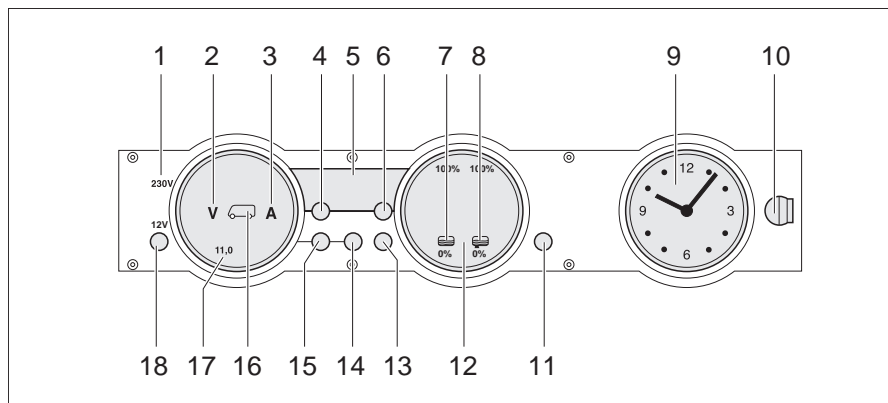

Fig. 190 Panneau de contrôle MP 20-T
Le voyant de contrôle 230 V (Fig. 190,1) s'allume si l'arrivée du bloc électrique est sous tension de réseau.
L'interrupteur principal 12 V (Fig. 190,18) établit ou coupe le panneau de contrôle et l'alimentation 12 V de la cellule.
- Appuyer brièvement sur la touche "12 V" (Fig. 190,18). L'alimentation 12 V de la cellule est assurée. L'indicateur de contrôle "12 V" s'allume.
- ▷ La tension de la batterie de cellule est trop faible quand les DEL "11,0" de l'affichage en Volt et le symbole Volt "V" (Fig. 190,2) clignotent dans l'indicateur des batteries (Fig. 190,17) après la mise sous tension. Charger la batterie.
- ▷ La coupure de batterie est active quand l'indicateur de contrôle "12 V", le symbole de la batterie de cellule (Fig. 190,16) et le symbole Volt "V" (Fig. 190,2) clignotent trois fois après la mise sous tension. Désactiver la coupure de batterie.
- Appuyer brièvement sur la touche "12 V" (Fig. 190,18). L'alimentation 12 V de la cellule est coupée. L'indicateur de contrôle "12 V" s'éteint.
- Appuyer sur la touche batterie de cellule (Fig. 190,14) et la maintenir enfoncée pendant 10 secondes environ. Les symboles Volt "V" (Fig. 190,2) et Ampères "A" (Fig. 190,3) clignotent trois fois. La batterie de cellule est coupée du réseau de bord de 12 V.
- Appuyer sur la touche "12 V" (Fig. 190,18) et la maintenir enfoncée pendant 5 secondes environ. Le symbole Volt "V" (Fig. 190,2) clignote trois fois. La batterie de cellule est branché au réseau de bord 12 V. L'indicateur de contrôle s'allume au bout d'env. 2 secondes.
- Appuyer sur la touche de la batterie de cellule  (Fig. 190,14). Le symbole Volt "V" (Fig. 190,2) s'allume. Le symbole Ampères "A" est, suivant son niveau de charge, blanc ou rouge. La tension de la batterie et le courant de la batterie de cellule sont affichés au moyens de DEL à l'intérieur de l'indicateur.
- Appuyer sur la touche de la batterie de démarrage  (Fig. 190,15). Le symbole Volt "V" (Fig. 190,2) s'allume. Des DEL à l'intérieur de l'indicateur indiquent la tension de la batterie de démarrage.
- Appuyer sur la touche réservoirs  (Fig. 190,13). Les symboles réservoir d'eau  (Fig. 190,7) et réservoir d'eaux usées  (Fig. 190,8) s'allument. Des DEL à l'intérieur de l'indicateur indiquent le niveau du réservoir d'eau (échelle de gauche) et celui du réservoir d'eaux usées (échelle de droite).
Le symboles Volt "V" (Fig. 190,2) et les DEL "11,0" clignotent dès que la tension de la batterie descend en dessous de 11 V (mesurée en marche) et qu'il y a risque de décharge profonde de la batterie.
Le symbole du réservoir d'eau "☰" (Fig. 190,7) ou celui du réservoir d'eaux usées "☷" (Fig. 190,8) clignote quand le réservoir d'eau est vide ou que le réservoir d'eaux usées est plein.
L'affichage numérique (Fig. 190,5) permet d'indiquer les températures intérieure et extérieure.